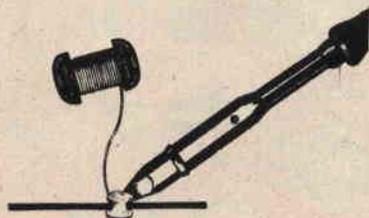

Fig. 3
A mezzo saldatore, si collochi una goccia di stagno su ogni foro come indicato a figura 2; si aspetti che lo stagno si raffreddi e si volti la tavoletta dalla parte opposta. Ammesso che il foro eseguito risulti di diametro utile, lo stagno si sarà disposto come indicato a figura; per cui, approfittando della strozzatura venutasi a creare, si collocherà una goccia di stagno a prolungamento della stessa (fig. 3).
**Fig. 3** - All'estremità della strozzatura venutasi a creare con la colata dalla parte del dritto, collocheremo — dalla parte del verso — una nuova goccia di stagno.